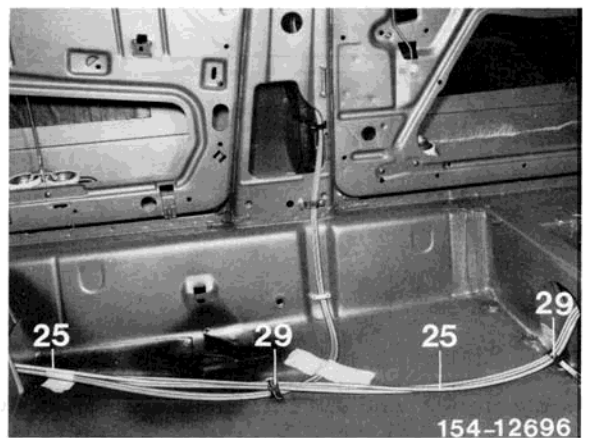

Bild 3
8 Unterdruckleitung (25) im Fond mit den Kabelbändern (29 und 30) befestigen. Für die Kabelbänder (30) sind Befestigungslöcher mit 7 mm Durchmesser zu bohren (Bild 3 und 4).